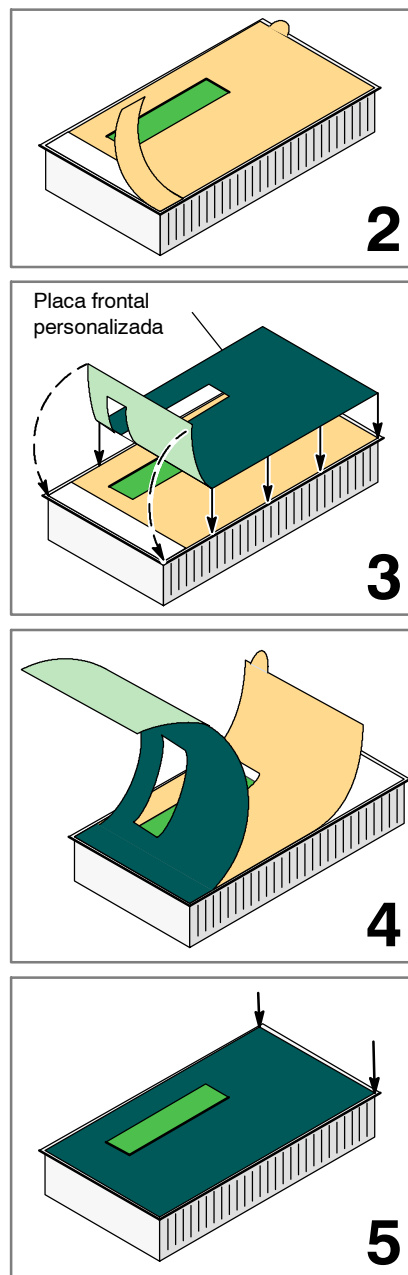

Figura 3-21 Adherir la placa frontal al TD
2. Como muestra la figura 3-21, retire la tira del papel protector en el lado izquierdo del TD 200C, dejando expuesta una franja de la superficie autoadhesiva. En el caso del TD 100C, dicha tira se encuentra en el lado derecho del aparato.